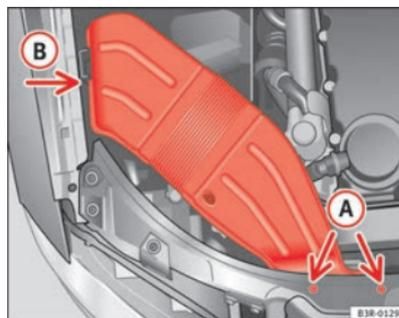

Fig. 200 Conducción de ventilación en el lado derecho del vehículo
- Desenrosque los tornillos **A** ⇒ fig. 200.